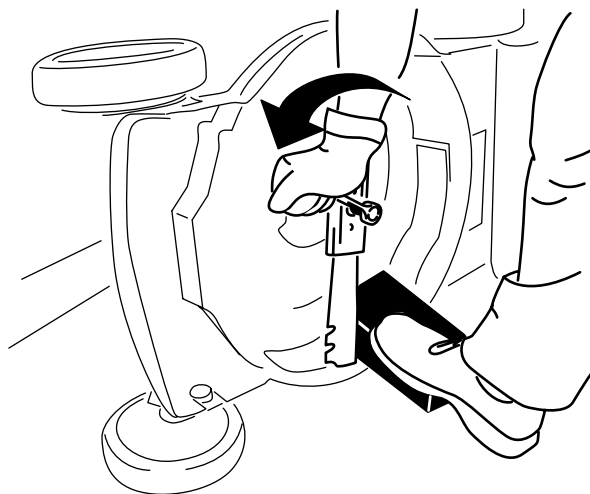

図 26
3. 角材などを使ってブレードをしっかりと保持する **図 26**。
4. ブレードを取り外す。外したボルト類はすべて保管する **図 26**。